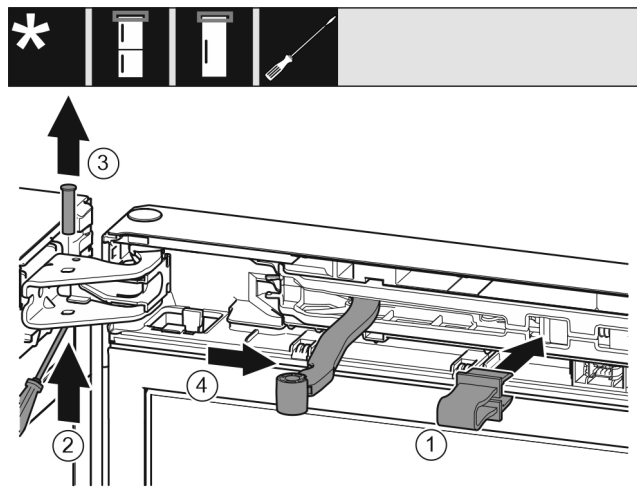

Fig. 11
- ▶ Uglavite osigurač Fig. 11 (1) u otvor.
- ▶ Izgurajte svornjak Fig. 11 (2).
- ▶ Izvadite svornjak Fig. 11 (3) prema gore.
- ▶ Okrenite zglobov Fig. 11 (4) u smjeru vrata.